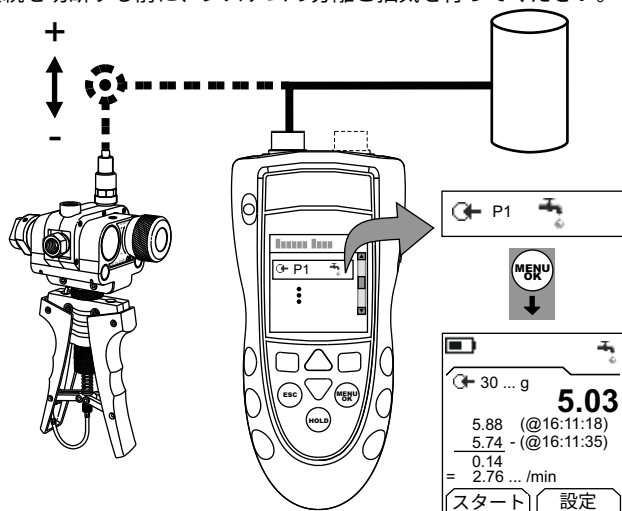

図 3: 構成例 - リークテスト
1. 本計器を接続し (図 3)、必要に応じてセットアップ (表 1) を調整します。